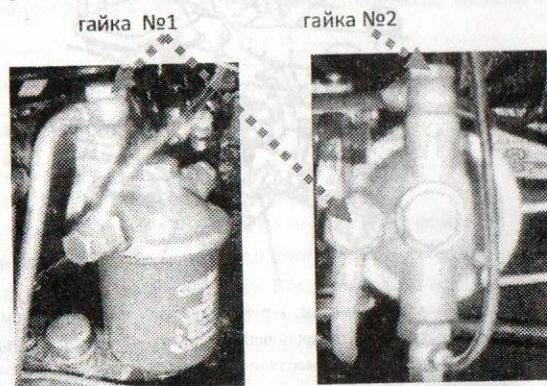

Рис. 3-11. Топливный фильтр
2) открутите гайку, соединяющую топливную трубку и топливный фильтр (№1 на рис. 3-11). Выпустите воздух, используя ручной насос ТНВД (рис. 3-2). Топливо из трубки должно течь ровной струей. Закрутите соединительную гайку;
3) открутите гайку, соединяющую топливный фильтр и топливную трубку (№2 на рис. 3-11). Выпустите воздух, топливо из фильтра должно течь ровной струей. При необходимости прочистите или замените фильтр. Закрутите соединительную гайку.